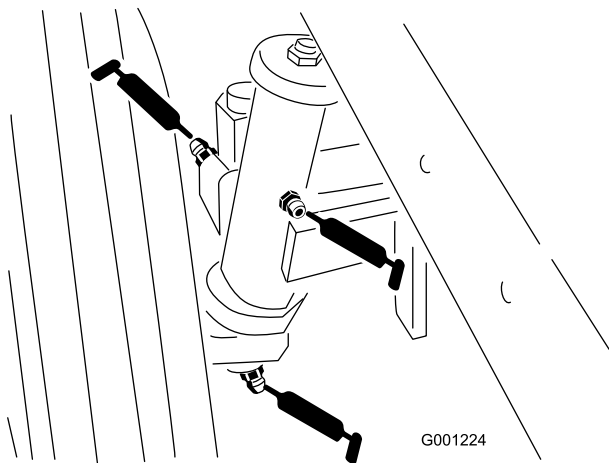

Figure 42
- Bagues d'axes de roues arrière (Figure 42)